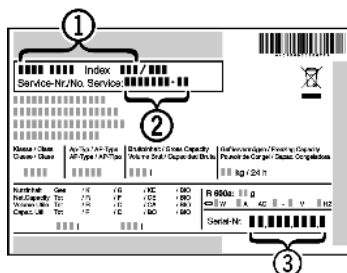

Fig. 37
- ▶ Apparaataanduiding Fig. 37 (1), service-nr. Fig. 37 (2) en serie-nr. Fig. 37 (3) van het typeplaatje aflezen. Het typeplaatje bevindt zich aan de linkerkant binnen in het apparaat.
- ▶ Contact opnemen met de Technische Dienst en het probleem, apparaataanduiding Fig. 37 (1), service-nr. Fig. 37 (2) en serie-nr. Fig. 37 (3) mededelen.